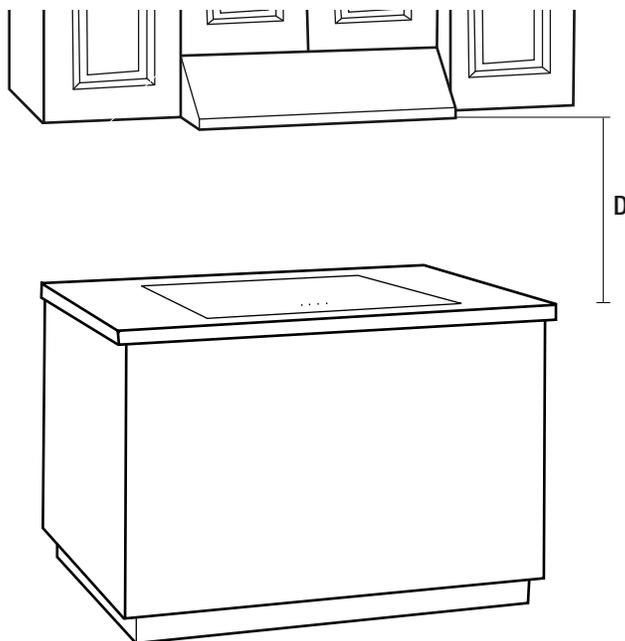

Fig. 1
4. Si vous choisissez d'installer la hotte, comme ci-dessous (Fig. 1), à la distance (D) de la surface de cuisson, prenez des précautions supplémentaires car la hotte peut être très chaude au toucher. Pour cette unité, la distance (D dans la fig. 1) est de 457mm - 710mm (18 po - 28 po). Si vous choisissez une installation de 18po., la température de la surface de la hotte sera élevée si l'appareil est utilisé pendant une cuisson à haute puissance pour un certain temps.